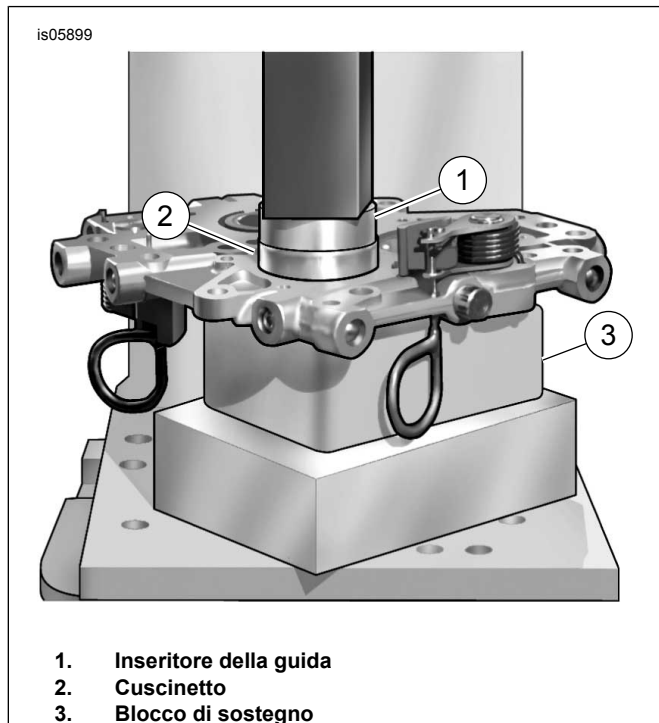

Figura 2. Inseritore della guida dei cuscinetti
1. Consultare Figura 2. Posizionare la piastra di sostegno della camma (con il lato della catena della camma secondaria rivolto verso l'alto) sul blocco di sostegno (1277-1). Verificare che gli anelli di scorrimento esterni dei fori dei cuscinetti siano correttamente sostenuti. Applicare una piccola quantità di lubrificante montato a pressione sull'O.D. e sulla sede del cuscinetto. Inserire il cuscinetto (con la scritta rivolta verso l'alto) sopra la sede del cuscinetto. Far scivolare l'inseritore della guida (1277-3) attraverso il cuscinetto, nel foro del blocco di sostegno.